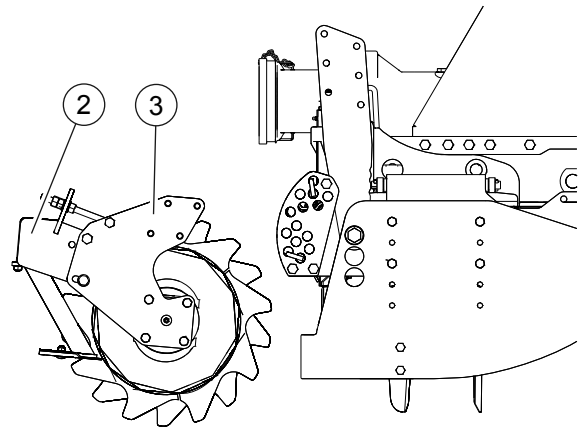

Abb. 8
- Die Walze mit den Halteplatten **2** „Abb. 8“ in Montage-richtung am Boden absetzen.